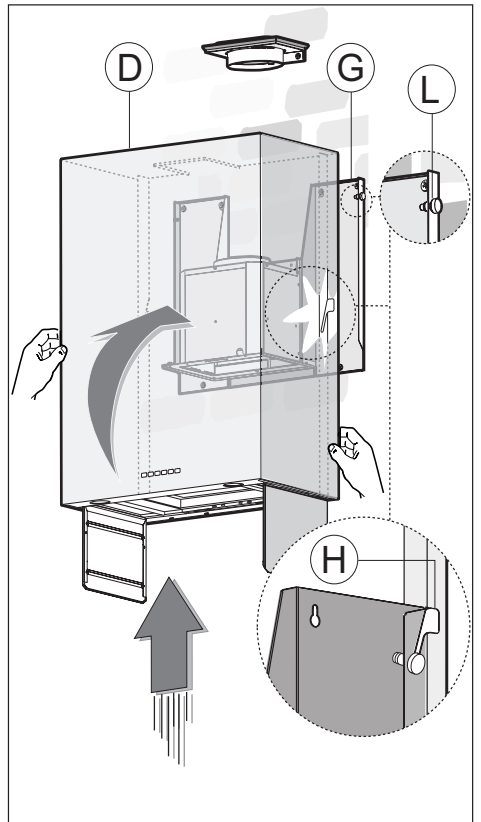
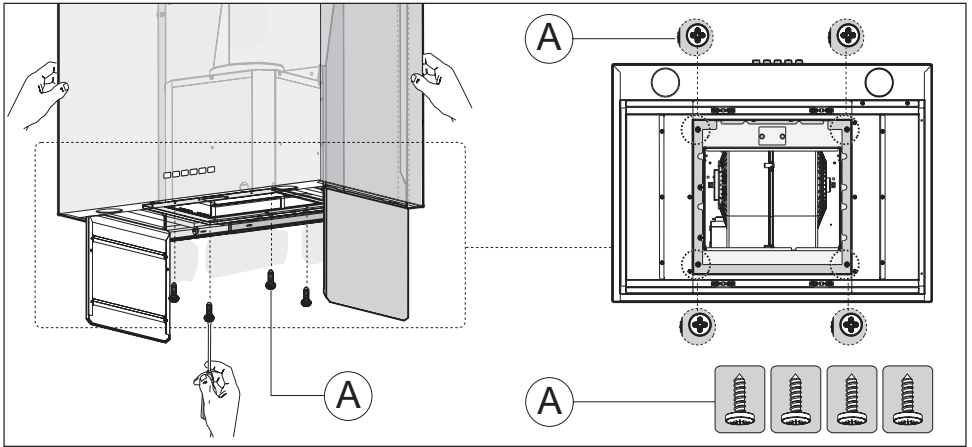

Fig.10
Fig.11
- Inserire la scocca **D** all'interno della struttura **G**, facendo attenzione che le asole **H** della scocca combacino con i due perni laterali **L** della struttura (fig.10), spingere la scocca verso l'alto e fissarla definitivamente tramite le 4 viti **A** poste nella parte inferiore della cappa (fig.11).
**Attenzione!** Se la cappa non è perfettamente accostata alla parete, verifica il corretto accoppiamento dei due perni laterali di fissaggio **L** con le asole posteriori **H** del corpo cappa (fig.10).